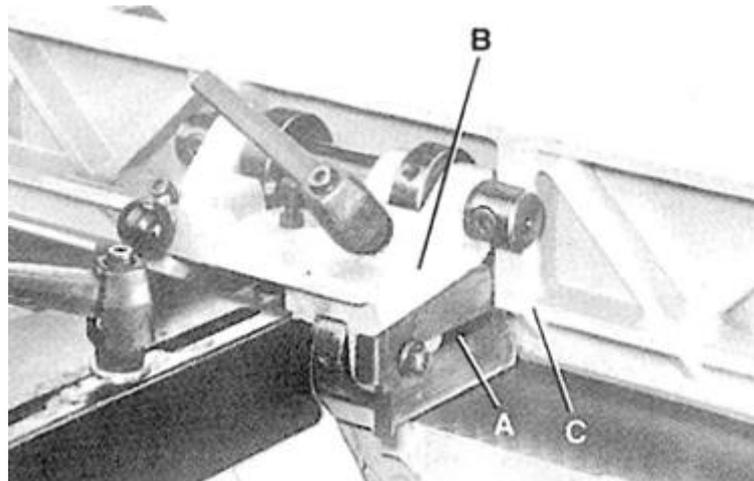
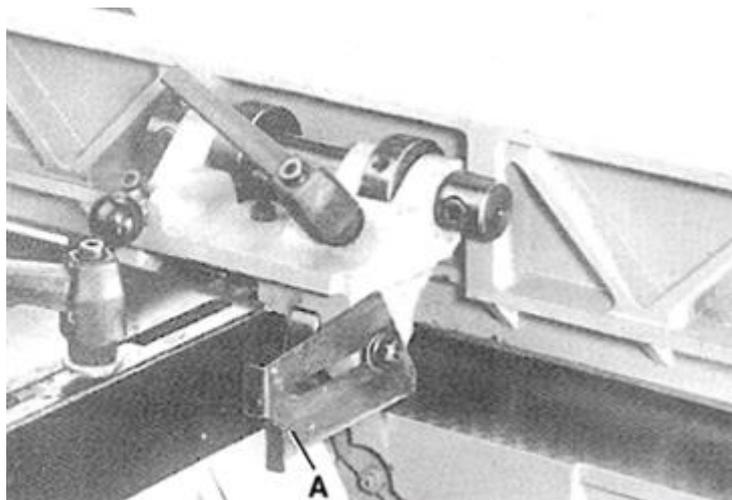

Рис. 43 Защитное устройство. Правильное положение
Рис. 44 Положение защитного устройства при наклоне ограждения
Два защитных устройства, которые представлен на (A) – Рис. 43, установлены с каждой стороны кронштейна ограждения, чтобы закрывать отверстие между кронштейном (B) и ограждением (C).
Если ограждение наклонено, защитное устройство (A) – Рис. 44 можно переместить назад, как показано на рисунке. После возвращения ограждения в положение 90 градусов просто переместите защитное устройство (A) – Рис. 44 вперед, чтобы закрыть отверстие. На Рис. 43 показано правильно настроенное устройство (A).